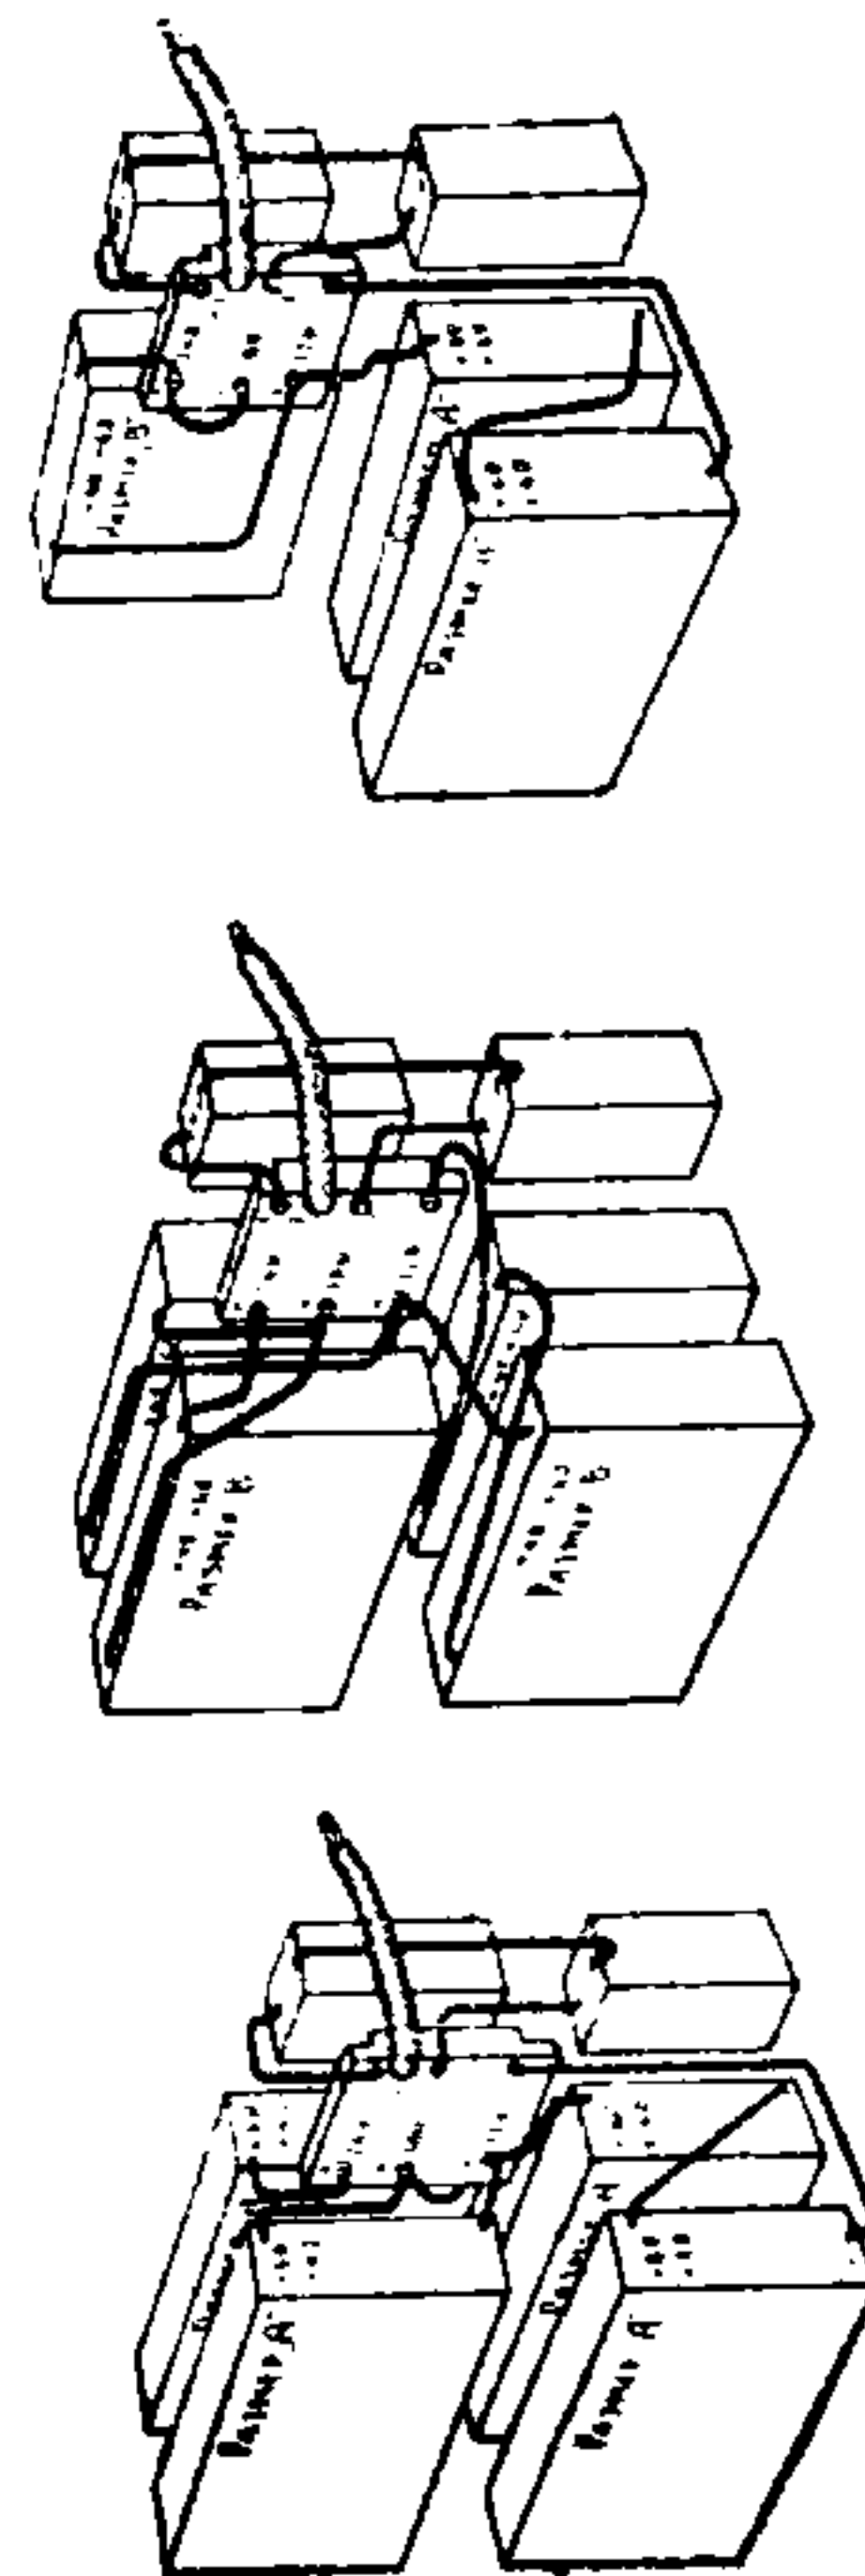

рис. 11. Схема соединения батарей в радиостанции «Север»
4. При смене батарей питания следует строго придерживаться схемы соединения батарей (рис. 11), так как при неправильном включении можно пережечь лампы.
Схемы соединения анодных батарей при четырех батареях и при трех батареях показаны на рис. 11.